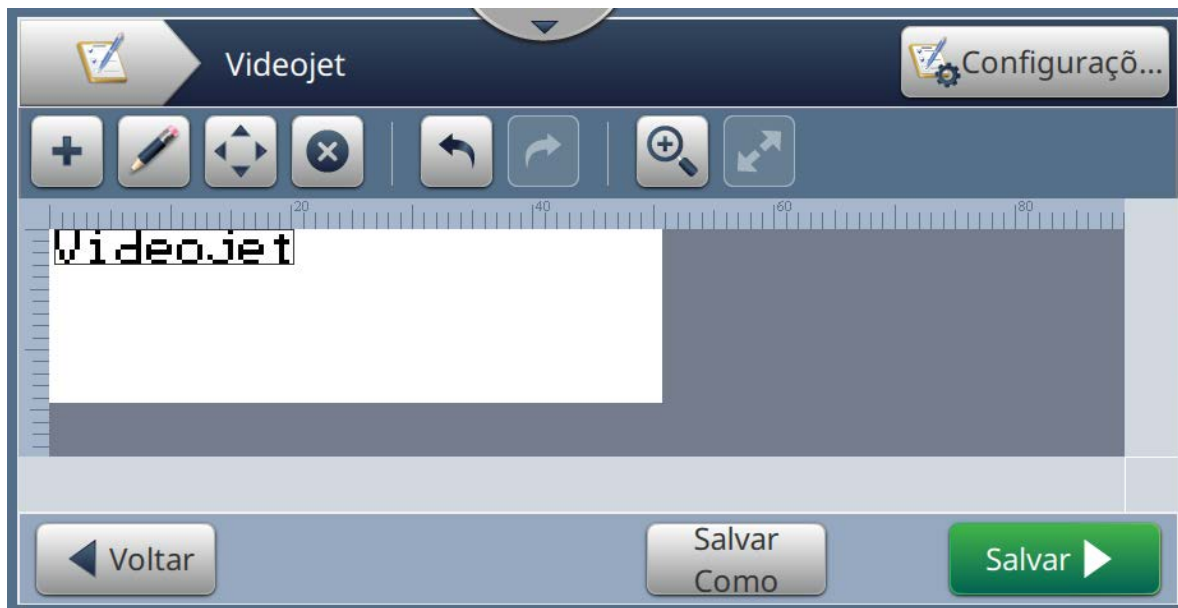

Figura 5-16: Tela Edição de campo
3. Toque o campo necessário a ser editado e toque o botão , como mostra a Figura 5-16.